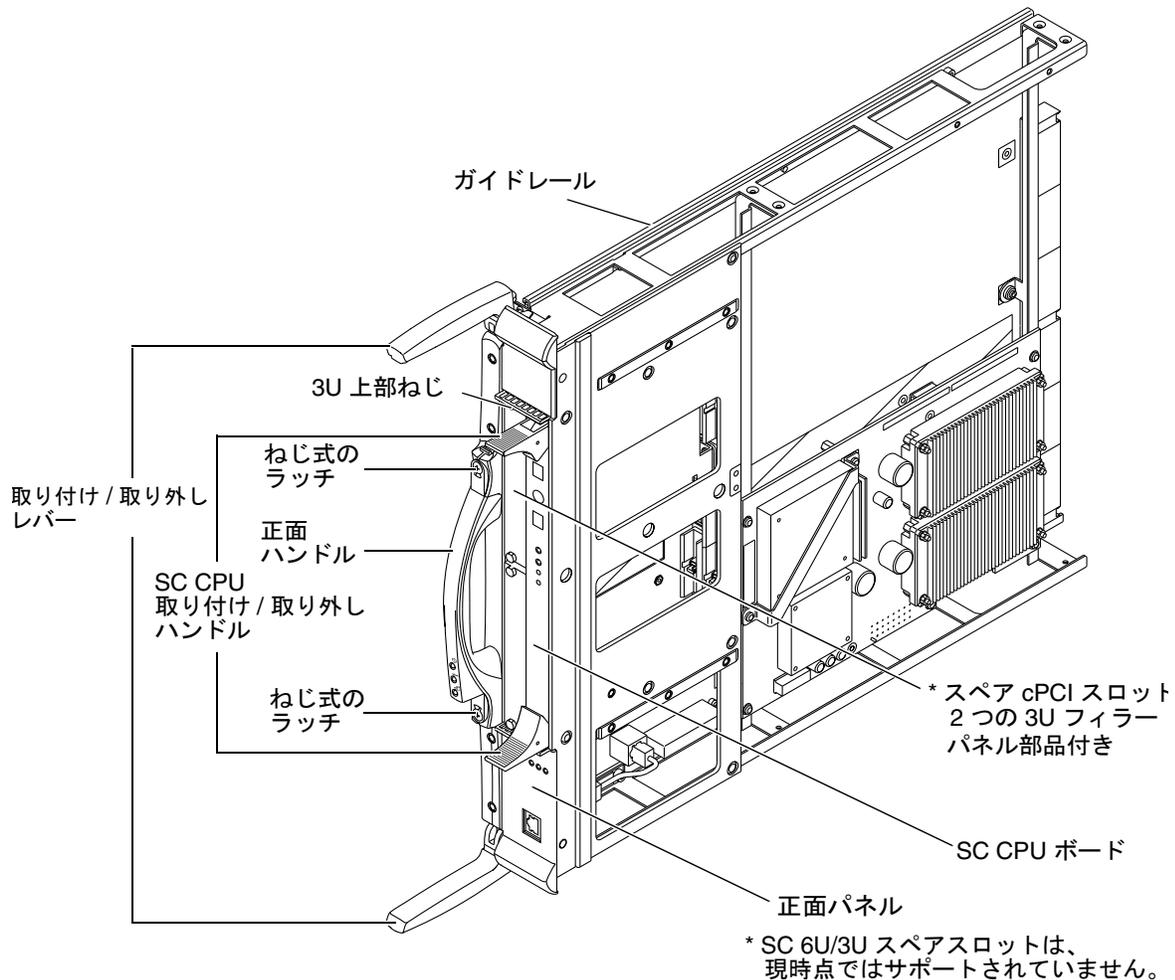

図 2-5 システムコントロールボード
4. 両方の取り付け / 取り外しレバーをロック解除方向に均等の力で押し、ボードを外側に引いてセンタープレーンサポートボードから外します (図 2-5)。